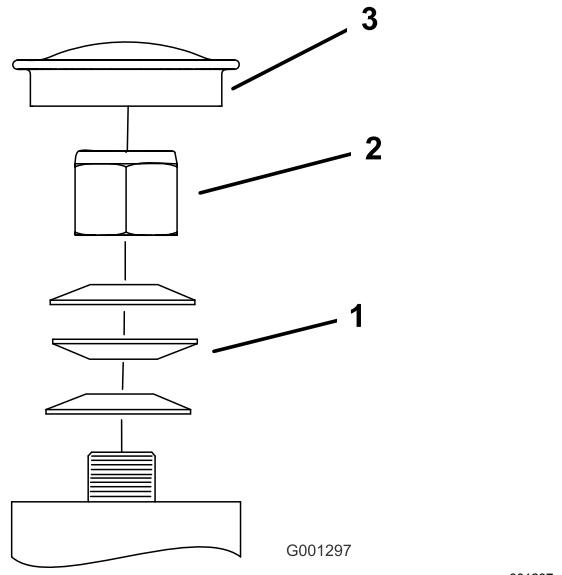

Figura 64
3. Retire el tapón guardapolvo de la rueda giratoria y apriete la contratuerca (Figura 64).
4. Apriete la contratuerca hasta que las arandelas de muelle estén planas, luego afloje 1/4 de vuelta para establecer la pre-carga correcta de los cojinetes (Figura 64).
5. Coloque el tapón anti-polvo (Figura 64).
Importante: Asegúrese de que las arandelas de muelle están correctamente instaladas, según se muestra en Figura 64.